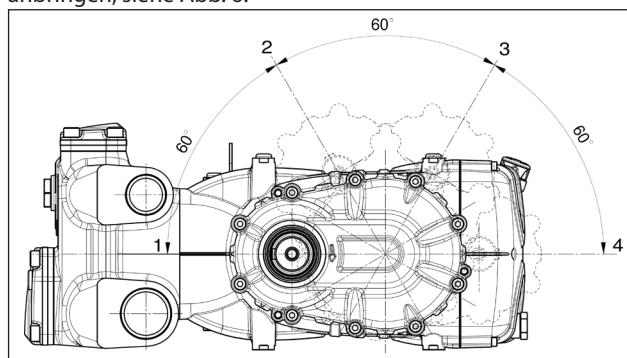

Abb. 6
~ 4,8 Liter bei Versionen mit Getriebe in Pos. ① und ④ (Abb. 6).
Sie können darüber hinaus das Getriebe in 4 Baupositionen anbringen, siehe Abb. 6.